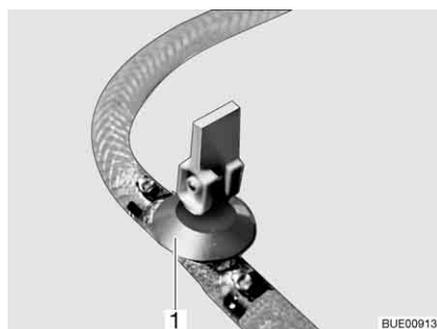

Fig. 192 Rubinetto di scarico (con leva a bilanciere)
- Aprire tutti i rubinetti di scarico. A tale scopo, posizionare la leva a bilanciere del rubinetto di scarico (Fig. 192,1) in verticale.